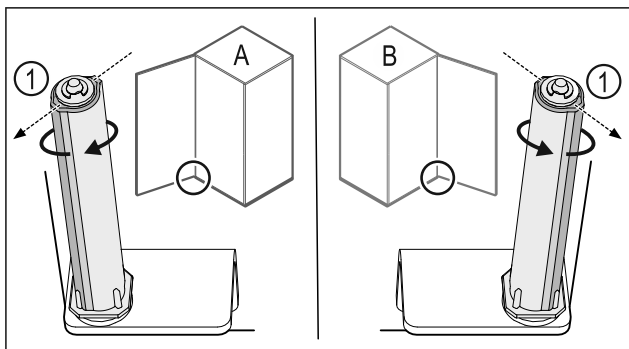

Fig. 39 左门挡(A) / 右门挡(B)
- ▶ 克服阻力转动关门系统，直至关门系统 Fig. 39 (1) 的连接片朝外。